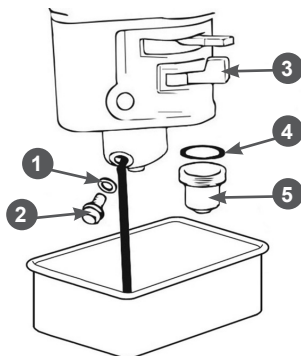

Рис. 26 Обслуживание карбюратора
1. Установите под карбюратор подходящую емкость (Рис. 26).
2. Установите рычаг топливного крана 3 в положение «ЗАКРЫТО» (Рис. 26).
3. Открутите болт 2 сливного отверстия и слейте топливо из поплавковой камеры карбюратора в подготовленную для этого ёмкость (Рис. 26).
4. Открутите стакан отстойника 5, вылейте из него топливо в заранее подготовленную емкость (Рис. 26).
1. Слейте топливо из топливного бака и карбюратора (Рис. 26).